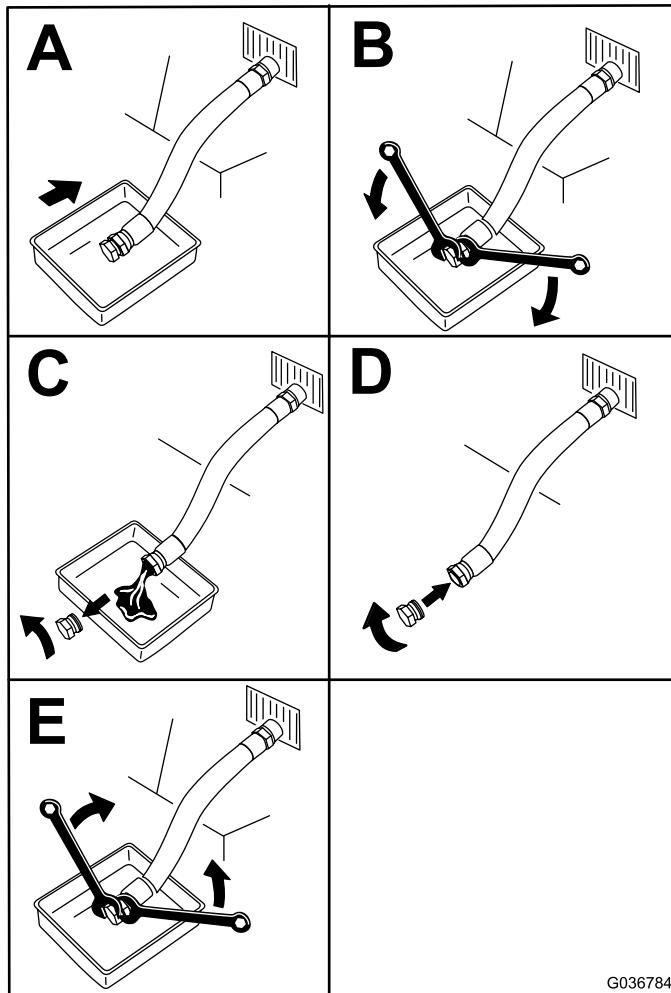

Figura 33
4. Cambiate l'olio motore come mostrato nella Figura 33.